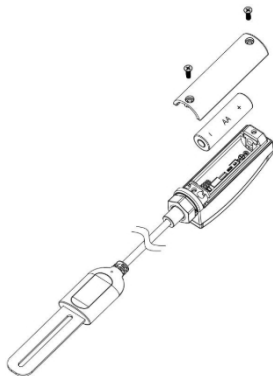

Abbildung 2
2. Legen Sie eine AA-Batterie ein und ziehen Sie die Schraube des Batteriefachs fest, wie in Abbildung 2 dargestellt.